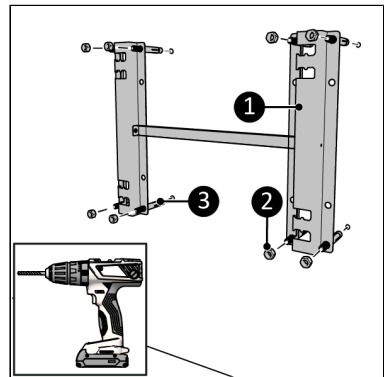

Abbildung 54.
1. Platzieren Sie die Halterung mit den Halterungsöffnungen nach links an die Wand und markieren Sie die acht Löcher (Abbildung 54).
3. Platzieren Sie die Ankerbolzen (Abbildung 54, Pos. 3).
4. Befestigen Sie die Wandhalterung (Abbildung 54, Pos. 1) mit den acht Muttern (Abbildung 54, Pos. 2) an der Wand.